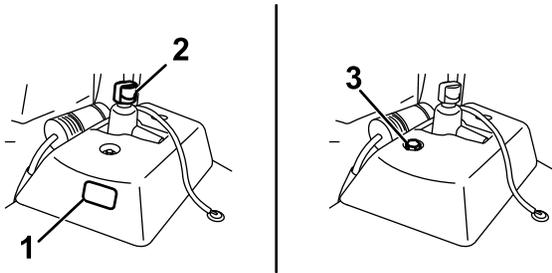

Figura 55
- Se il serbatoio idraulico ausiliario è dotato di un vetro spia, verificate attraverso di esso il livello dell'olio (Figura 55), quindi andate al passaggio 5.
- Se il serbatoio idraulico ausiliario non ha un vetro spia, individuate l'asta di livello presente sulla macchina (Figura 55), quindi andate al passaggio 3.